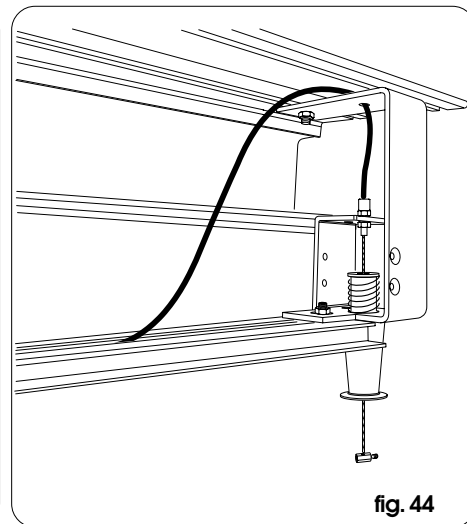

fig. 44
- Plaats de kabel met huls ter hoogte van de zijbeugels zoals op fig. 44; steek het staaldraad in de ontgrendelknop en zet aan het uiteinde een klem vast waarvan u de schroef aanhaalt (fig. 44).